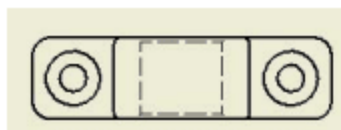

图5-13 选取父视图
- 2) 单击已有的视图(如俯视图)作为父视图, 如图5-13所示。可创建全剖的主视图。